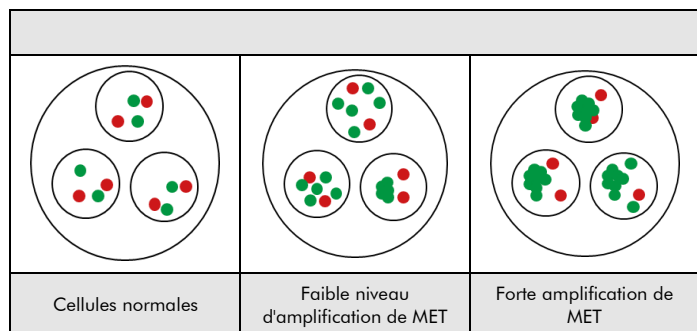

Fig. 2: Résultats attendus dans les noyaux en interphase normaux et présentant une aberration
**Situation normale :** Dans les interphases de cellules normales ou de cellules sans amplification impliquant la région du gène MET, deux signaux distincts en forme de points verts et deux signaux distincts en forme de points rouges apparaissent (Voir figure 2).
**Situation aberrante :** Dans les cellules présentant une amplification de la région du gène MET, on observe un nombre accru de signaux verts ou de grappes de signaux verts (Voir figure 2).